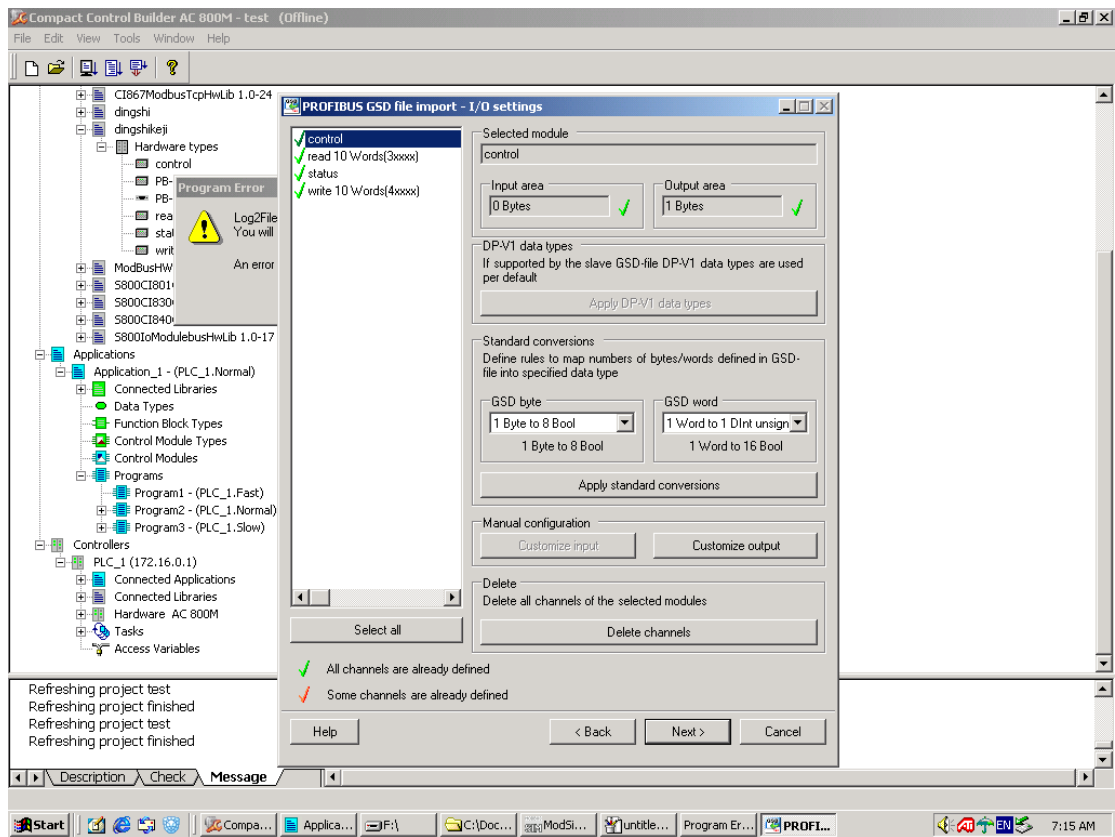

图 1-5
4、下面选择 GSD 文件中的字节、字与该软件中的对应关系，这里一个字节对应 8Bool，一个字对应 1Dint。如图 1-5